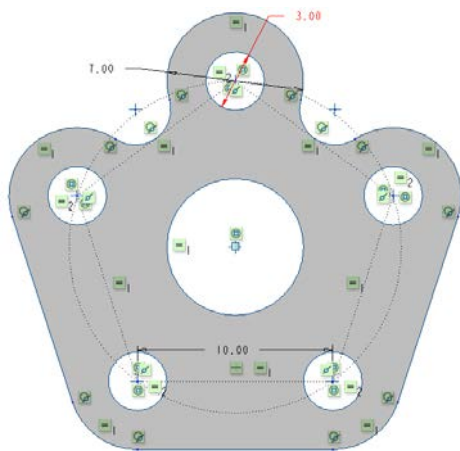

图 2-100 着色封闭环
- 13 在功能区“草绘”选项卡的“检查”面板中单击“着色封闭环”按钮 ，此时图形显示效果如图 2-100 所示。